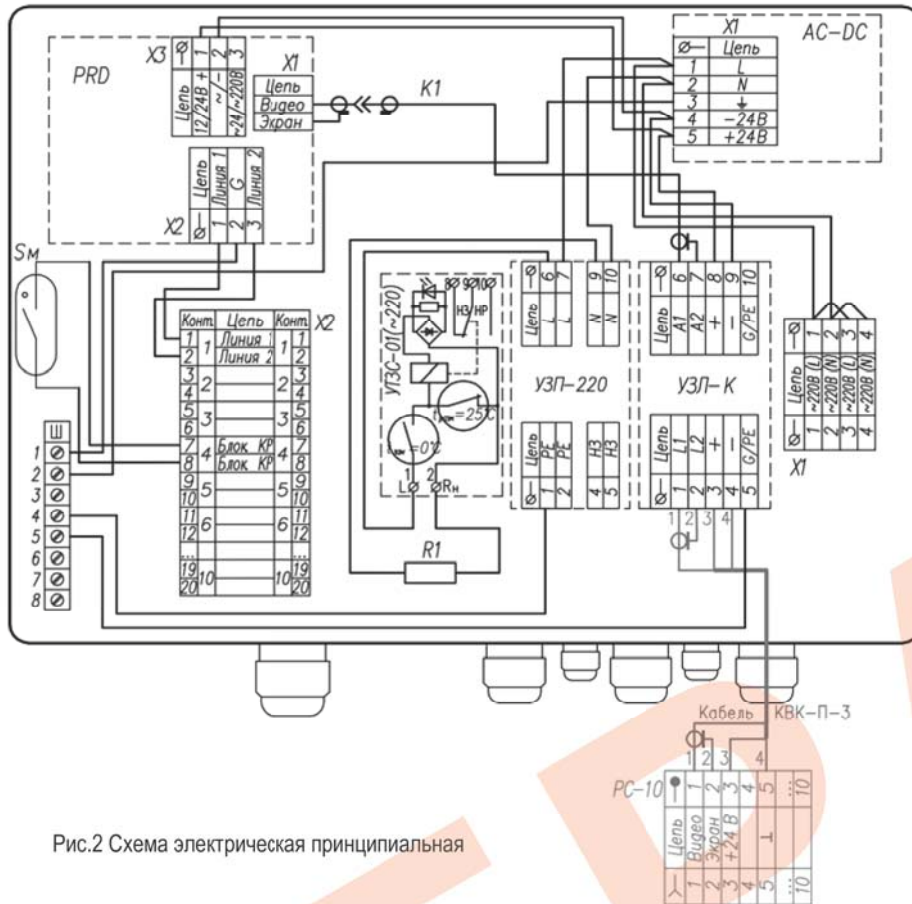
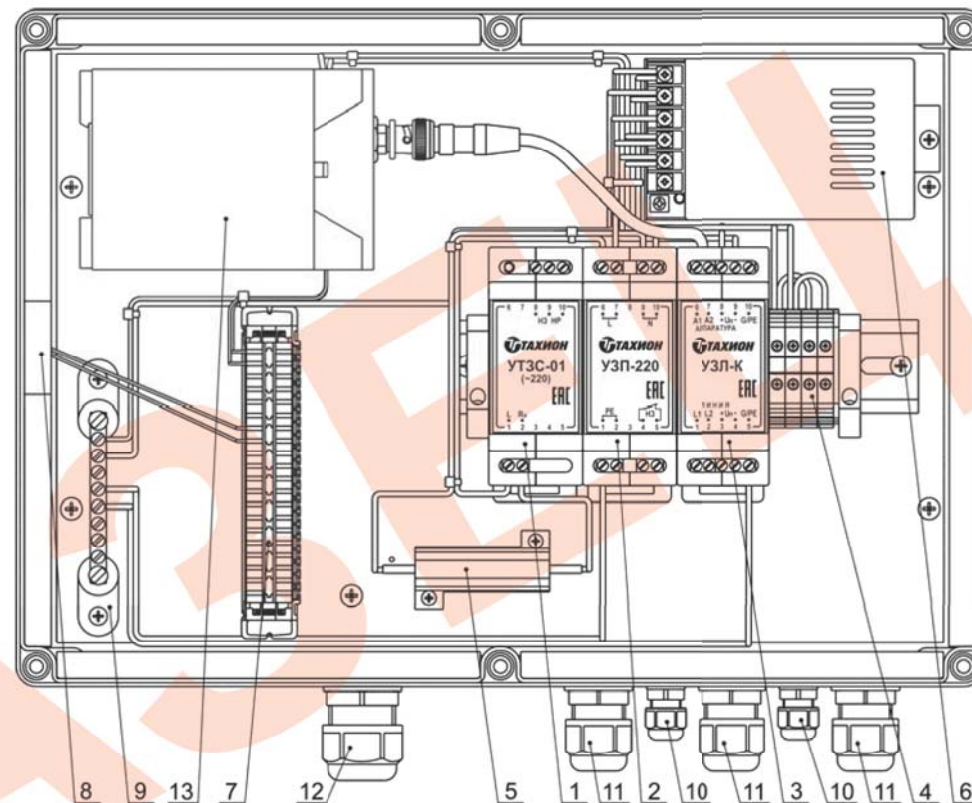

Рис.2 Схема электрическая принципиальная
Рис.1 Устройство КМГО-220-01 (крышка не показана)
В состав изделия входят (см. рис.1 и рис.2):
Подключение цепей изделия производится в соответствии со схемой электрической принципиальной (рис.2). Для подключения необходимо:
2. Заземлить любой свободный контакт шины заземления Ш (поз.9 рис.1).
3. Подключить ТВК (телевизионную видеокамеру) к УЗЛ-К с помощью кабеля КВК-П-3 и разъема РС-10 согласно схеме (рис.2).
- магнитоcontactный извещатель Sm (поз.8 рис.1) к внешнему устройству сигнализации через контакты 7 и 8 (4-я пара) планты X2.
5. Подать трехпроводным кабелем напряжение питания 220В АС на клеммную колодку X1, при этом фазный провод (L) соединить с контактом 3, нулевой провод (N) с контактом 4, а провод заземления соединить с контактом РЕ устройства защиты от импульсных перенапряжений УЗП-220.